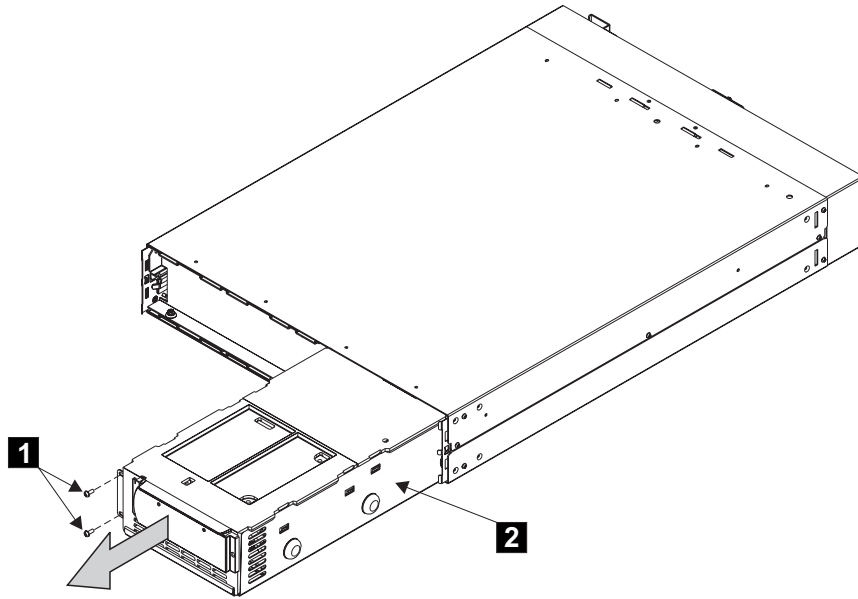

図 166. 2145 UPS 電子部品アセンブリーの取り外し
- a. 2 個のねじ **1** を取り外します (438 ページの図 166 を参照)。